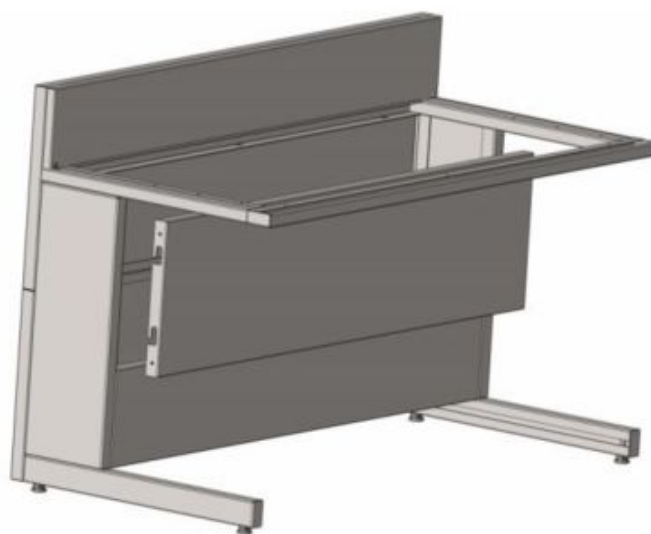

Рис. 5
4. Снять боковины панелью СЛ-У при помощи Болт M8x16 DIN 933, Шайба M8 DIN 125. Вкрутить в верхнюю часть боковин Болты M8x14 DIN 912 мм и повесить на них съёмную панель (Рис. 5)